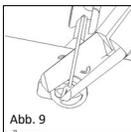

Abb. 9
■ **Abb. 9** Zum Schluss wird mit dem Schneidezängchen (REF 8000 171) der Schaft an der Kopfplatte abgeschnitten. Der dadurch entstehende Pin an der Kopfplatte unterstützt später die Fixierung des Transplantates zwischen Kopfplatte und Trommelfell und beugt einer postoperativen Dislokation vor. Die Länge des Pin kann variiert werden, sollte allerdings mit der Dicke des vorgesehenen Transplantates korrelieren.
■ **Fig. 9** Finally, the shaft is cut off next to the head plate using the cutting forceps (REF 8000 171). The pin that this leaves on the head plate is later used to support the fixation of the graft between the head plate and the tympanic membrane, and prevents postoperative dislocation. The length of the pin can be varied, but it should at any rate correlate with the thickness of the intended graft.